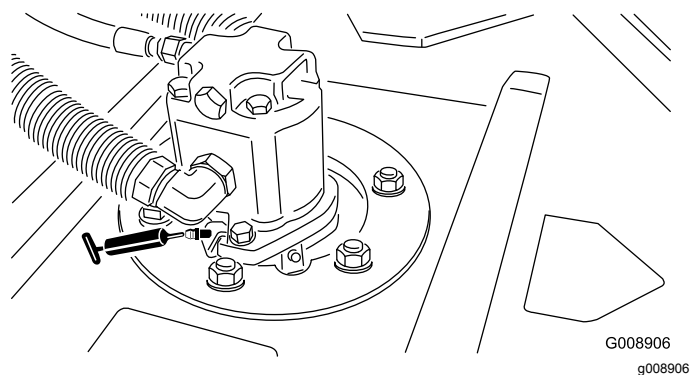

Figura 66
- Rolamentos do eixo da unidade de corte (2 por cada unidade de corte) – Figura 66